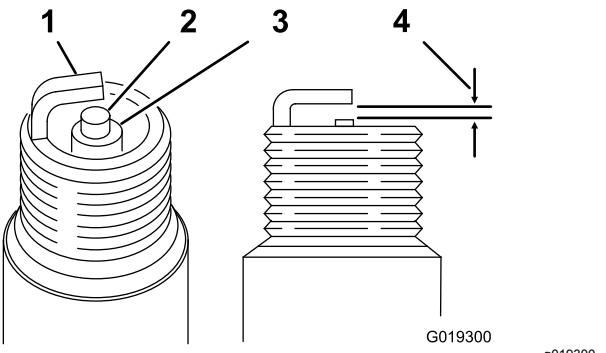

Figura 44
5. Para cada vela de ignição, defina a folga entre o elétrodo central e o elétrodo lateral para 0,76 mm; consulte Figura 44. Instale cada vela de ignição com a folga correta com um vedante e aperte-a com uma força de 22 N m.